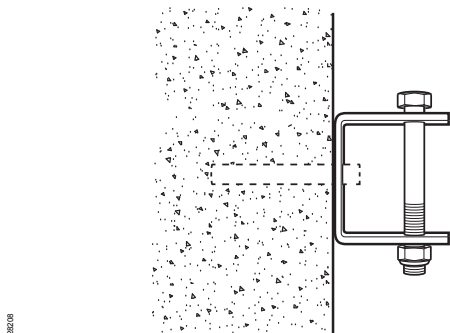
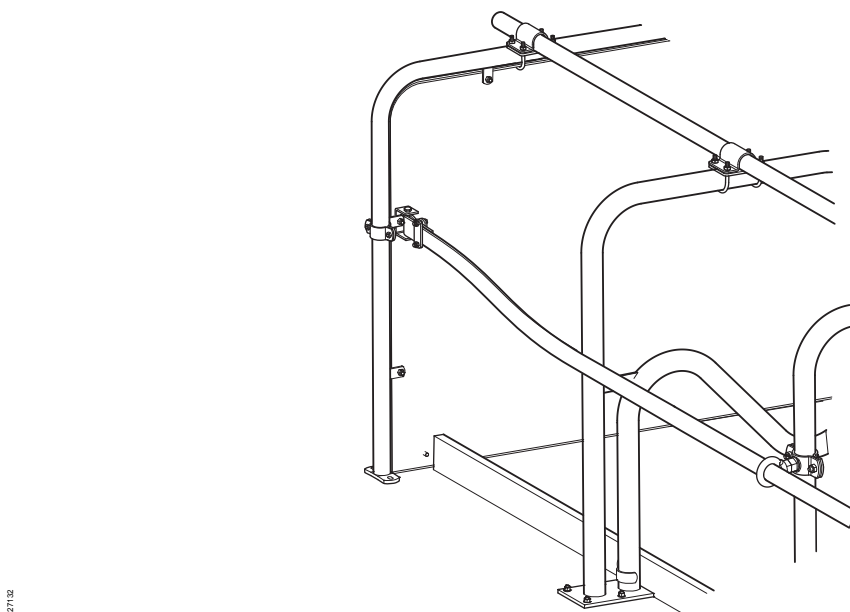
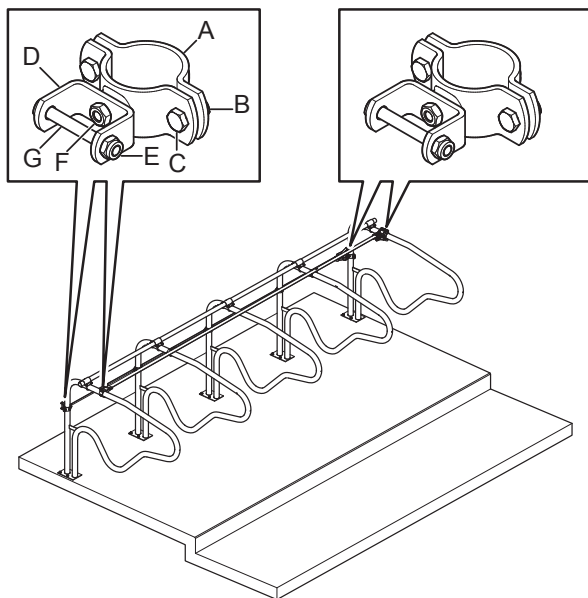

Fig. 20: Endebrakett til eksisterende vegger av betong, stolper 70 x 70, bjelker (tre) o.l. Skruer til veggfeste eller til stolpe 70 x 70 medfølger ikke.
Fig. 21: Endebrakett montert på endevegggramme i kryssfinér.
Fig. 22: Båsskille som endevegg, fleksibelt frontbånd festet med endebraketten til båndet.
Endebraketten brukes når det fleksible liggebåsbåndet ender på en tett vegg. Den kan også monteres på en ramme av kryssfinér, se Fig. 21, eller et avsluttende liggebås, se Fig. 22, eller på en stolpe 70 x70, se Fig. 20.
3. Når raden skal lukkes installeres endebraketten til det fleksible båndet på rør $\text{Ø}1\frac{1}{2}$ " ($\text{Ø}48,3$ mm) eller på rør $\text{Ø}2$ " ($\text{Ø}60,3$ mm). Se Fig. 22.